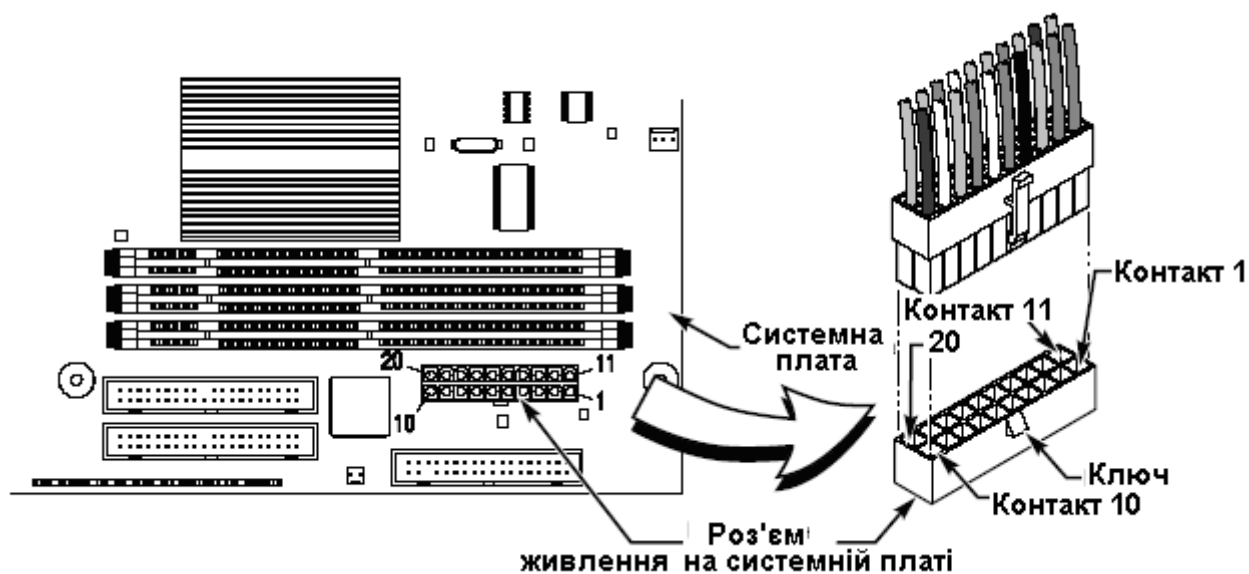
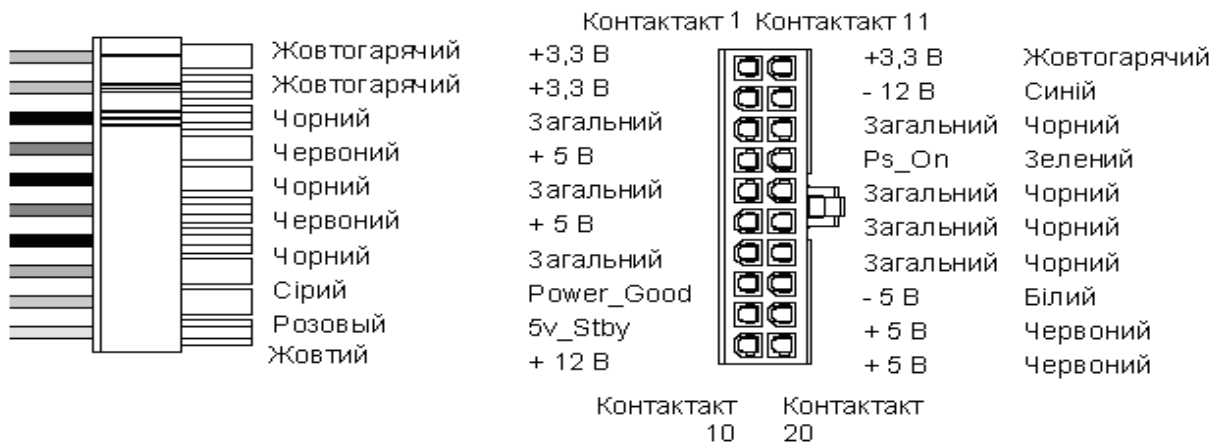

Рис. 9.2. Двадцятиконтактні роз'єми блоку живлення конструкції ATX
Рис. 9.3. 20-контактний роз'єм блоку живлення ATX/NLX
**Головний роз'єм живлення ATX.** Новий стандарт для роз'ємів блоків живлення використовується тільки в новій конструкції ATX (рис. 9.2): 20-контактний роз'єм, розведення якого наведена в табл. 9.3. На рис. 9.3 показаний вид з'єднувача з боку роз'ємів.